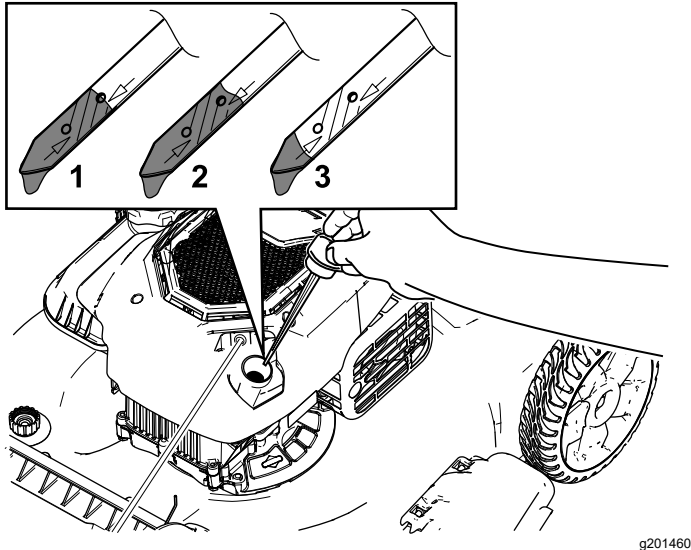

Bild 27
3. Entfernen Sie den Peilstab, indem Sie den Deckel nach links drehen und herausziehen (Bild 27).
10. Lesen Sie den Ölstand am Peilstab ab (Bild 27).